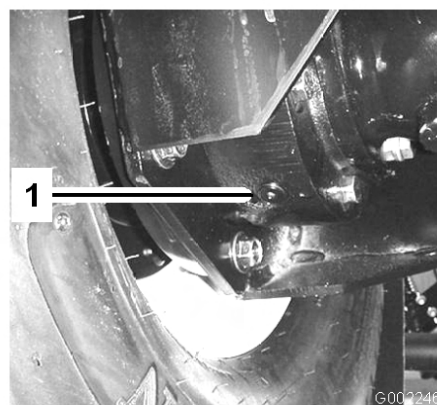

Figura 48
4. Coloque um recipiente debaixo do tampão de escoamento interior e retire-o (Figura 48).